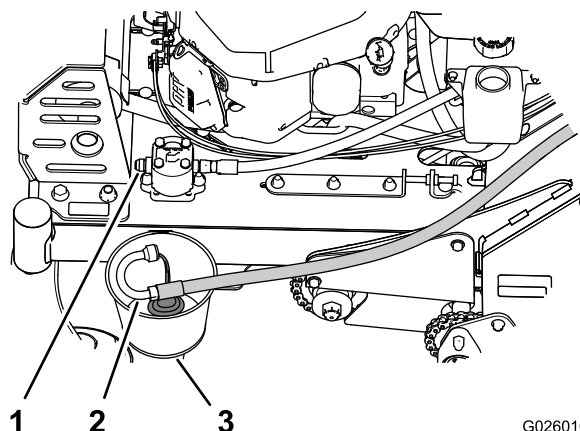

Figura 65
- En la parte delantera de la bomba hidráulica auxiliar, retire la manguera de entrada del acoplamiento hidráulico de la bomba, coloque el extremo de la manguera en un recipiente y deje drenar el fluido (Figura 65).